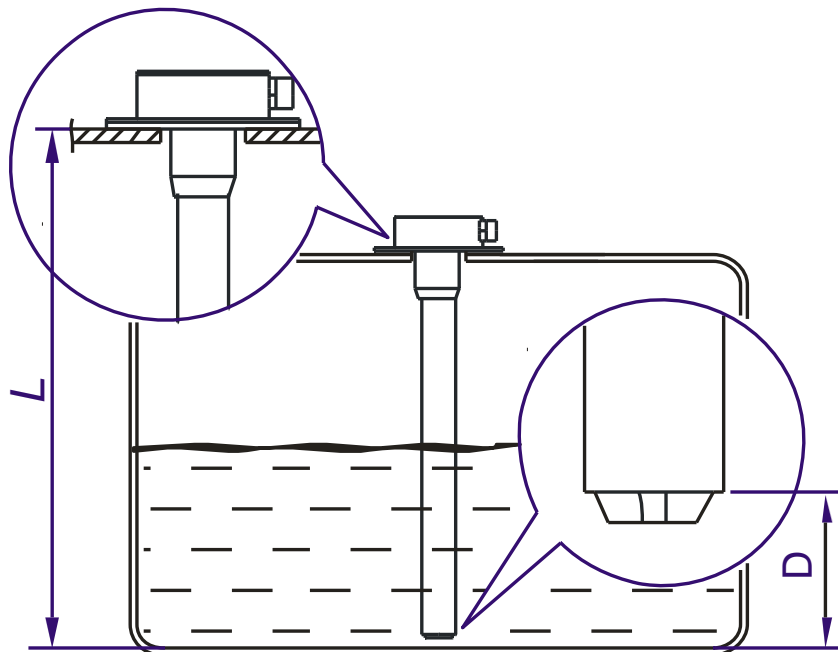

Рис. 1.4 - Определение длины измерительного зонда при заказе
1.1.4.3 Определение длины измерительного зонда при заказе (см. рис. 1.4)